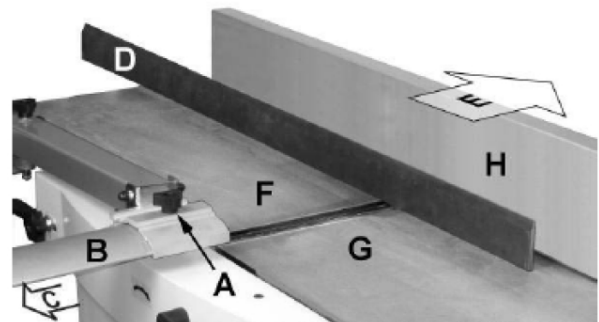

Abb. 11: Tischeinstellung
Schritt 2: Lösen Sie den Sperrknopf (A, Abb.11) und verschieben Sie den Messerkopfschutz (B) in Richtung C um den Tisch zu reinigen.
Schritt 3: Rutschen Sie die Anschlagsgaugruppe (H, Abb.11) in Richtung E so weit wie es geht zurück oder entfernen Sie sie komplett von der Maschine.
Schritt 5: Platzieren Sie ein Richtscheit (D, Abb.11) über die Front des Ausgabetisches (F) und lassen Sie es über den Eingabetisch (G) hinausragen.
Schritt 6: Notieren Sie sich die Position des Eingabetisches (G). Notieren Sie sich die Position des Richtscheits in Abb. in Hinsicht auf den Anschlag (H).
Schritt 2: Entfernen Sie den Messerkopfschutz (B, Abb. 11).